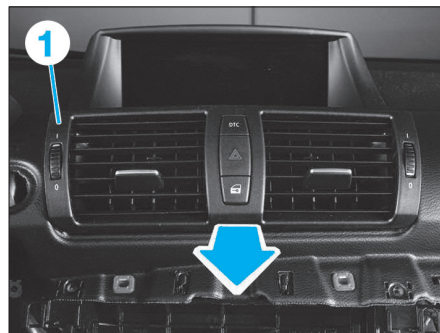

Fig. 50
- Dégraffer l'aérateur central (1) (Fig.50).